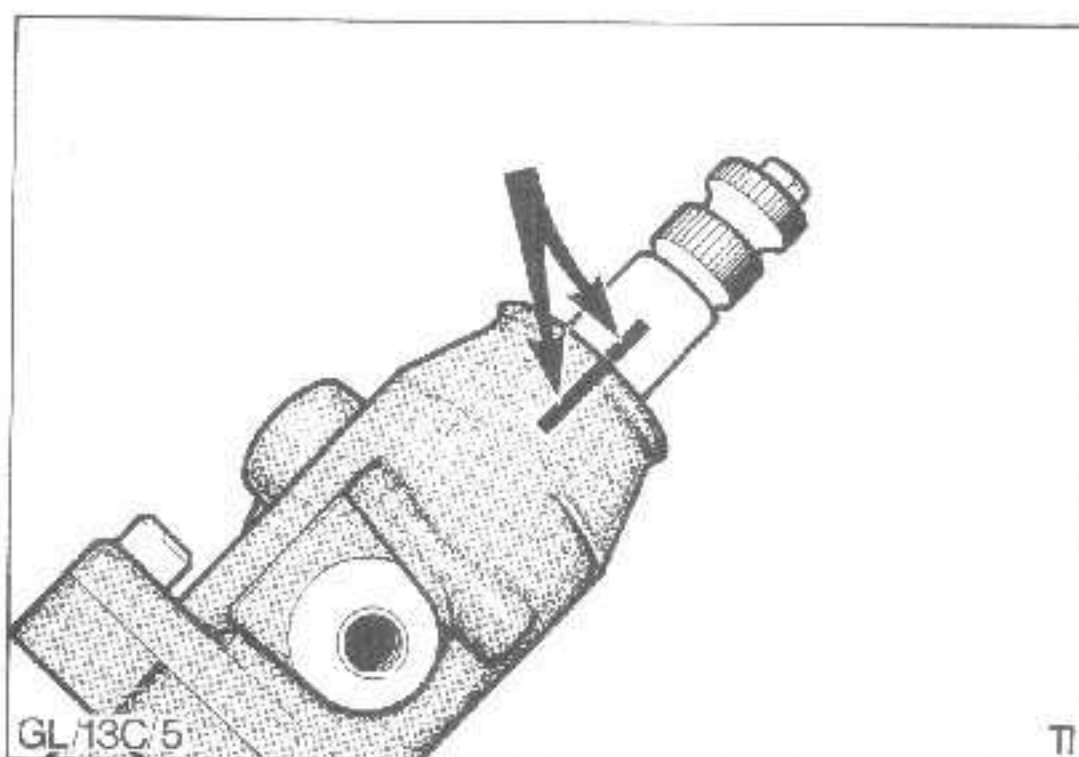

Abb.20 Markierungen an Spindel und Gehäuse in Geradeausstellung
6. Schutzkappe vom Lenkspindelstummel abziehen. Lenkung in Geradeausstellung drehen (durch Halbieren der Lenkradumdrehungen ermitteln) und Markierungen an Lenkspindel und Ventilgehäuse anbringen, Abb.20.